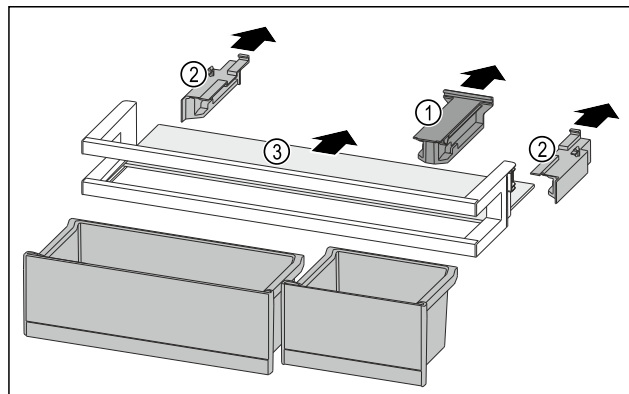

Fig. 198
- ▶ 拉出定位件 Fig. 198 (1)。
- ▶ 拉出侧面部分 Fig. 198 (2)。
- ▶ 取出搁板 Fig. 198 (3)。